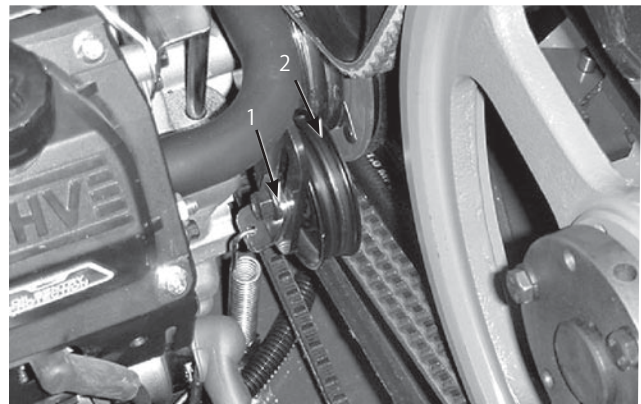

図58
3. ポンプ・ベルトのアイドル (図58) を動かせる程度にボルトをゆるめる。